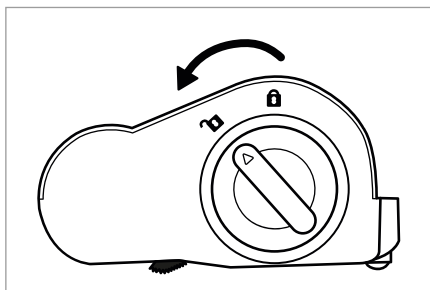

Fig. 26
- 2) Desbloqueie o rolo de escova 20, rodando o desbloqueio do rolo de escova 19 na direção do símbolo  (abrir) (ver fig. 26).